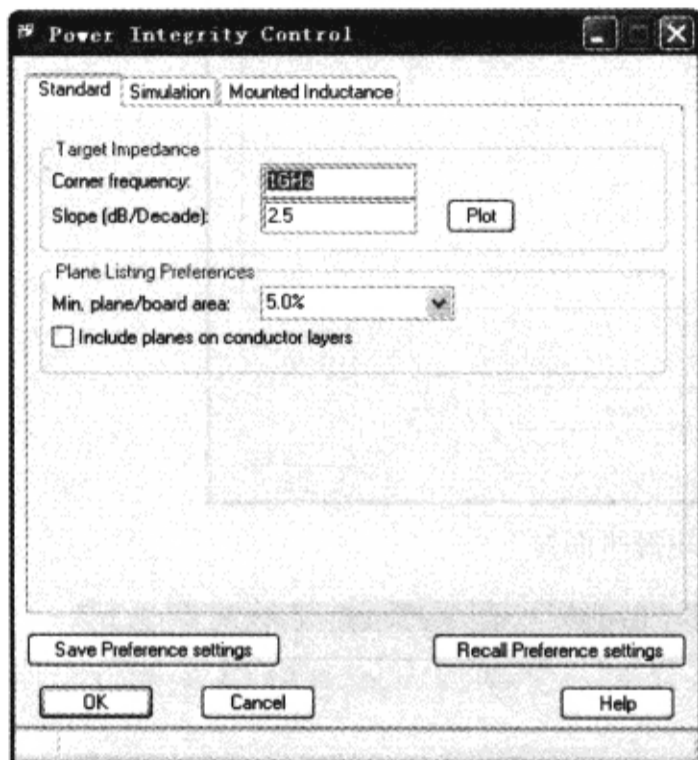

图 8-8-41 “Power Integrity Design & Analysis”对话框
(1) 在“Power Integrity Design & Analysis”对话框中单击“Control”按钮，弹出“Power Integrity Control window”对话框，如图 8-8-41 所示。在这个对话框中有 3 个用于改变仿真参数的标签页，本节只用到“Mounted Inductance”标签页。